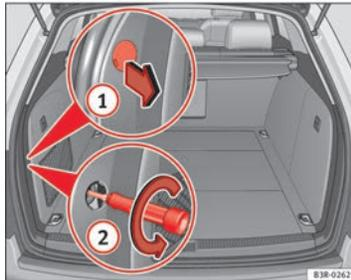
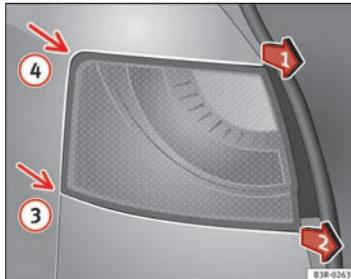

Abb. 223 Gepäckraum:
Abb. 224 Ausbau der
- Hebeln Sie die Abdeckung an der Aussparung ⇒ Abb. 223 ① mit der flachen Klinge eines Schraubendrehers ab und nehmen Sie die Abdeckung zusammen mit allen Sicherungsbügeln aus der Öffnung.
- Lösen Sie mit einem Schraubendreher die dahinterliegende Schraube im Gegenuhrzeigersinn (Pfeil ②), und nehmen Sie diese vorsichtig heraus.
- Die Heckleuchte abwechselnd in Pfeilrichtungen ⇒ Abb. 224 Position ① und ② ziehen, bis die Heckleuchte sich aus der Aufnahme (Positionen ③ und ④) löst.